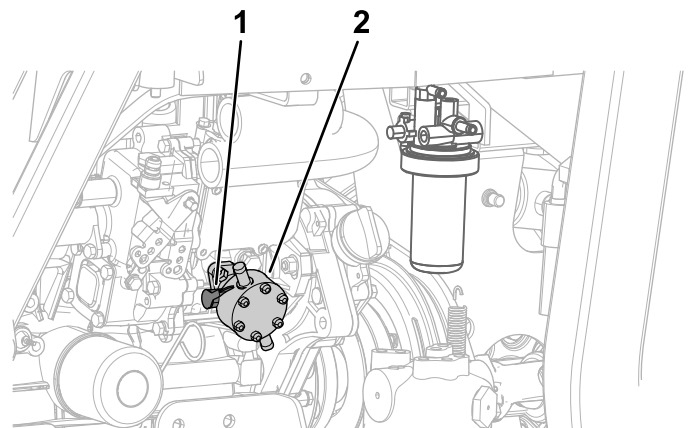

Figura 64
A la izquierda del motor, accione la palanca de la bomba de combustible hasta llenar el cuerpo del filtro de combustible (Figura 64).
7. Accione la palanca de la bomba de combustible hasta que vea una corriente continua de combustible alrededor del tornillo; consulte Figura 64 en Cebado del sistema de combustible \(página 53\).